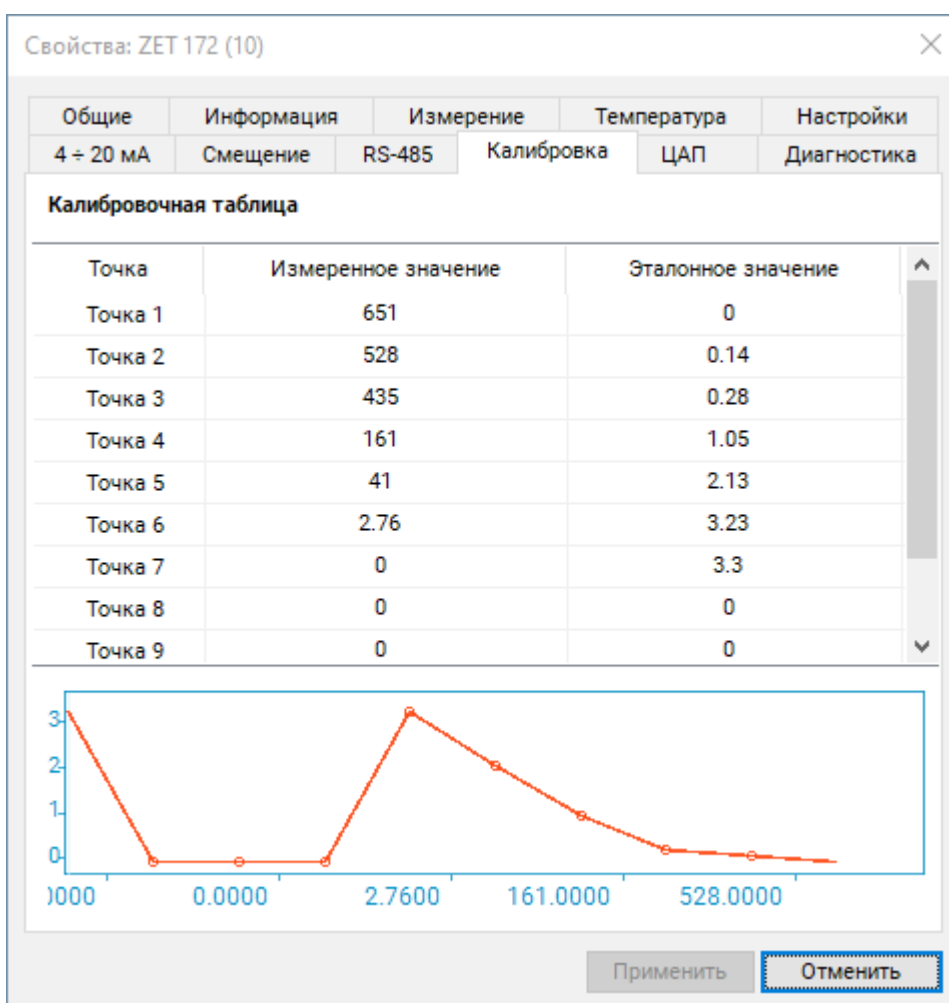

Рис. 4.9 Вкладка «Калибровка»
2.2.3.3. В окне «Свойства» измерительного канала выбрать вкладку «Калибровка» (Рис. 4.9).
2.2.3.5. Заполнить «Калибровочную таблицу» (Рис. 4.9), используя нужное количество точек.